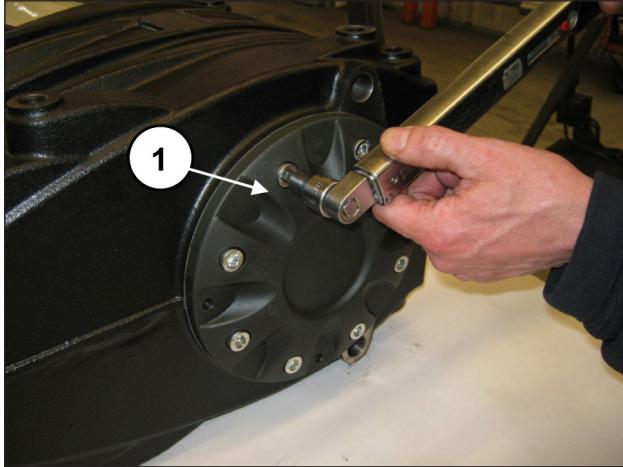

Abb. 62
Drehen Sie die 8 Schrauben M10x30 fest (Pos. ①, Abb. 62). Eichen Sie die Schrauben mit einem Drehmomentschlüssel, wie in Kapitel 3 gezeigt.